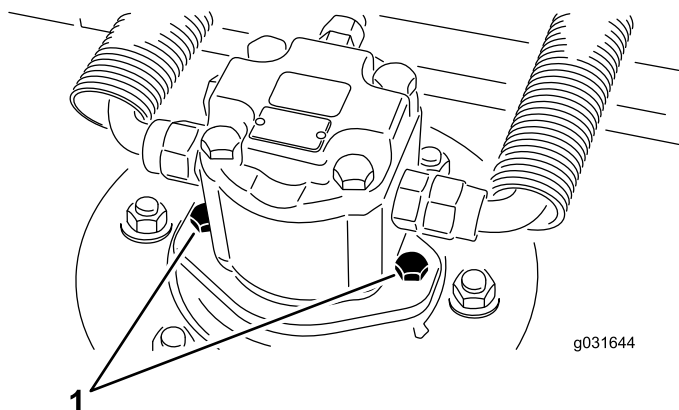

Figure 63
2. Retirez les vis du moteur hydraulique, puis débranchez et déposez le moteur hydraulique du tablier de coupe (Figure 63).
4. À l'aide des vis de fixation du moteur hydraulique, reposez le moteur hydraulique sur le tablier de coupe (Figure 63).